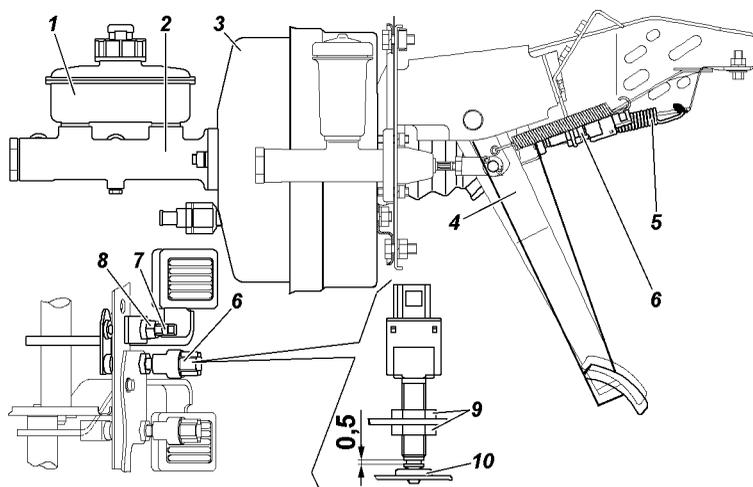

Рис. 9.59. Привод главного цилиндра:
**Свободный ход педали тормоза.** На автомобилях экологического класса 3 при необходимости вращением регулировочного винта 7 (рис. 9.59) выберите зазор в соединении: вилка толкателя вакуумного усилителя- палец-рычаг привода тормоза. Свободный ход педали должен быть 5-14 мм. После регулировки затяните гайку 8 винта с моментом 14 - 18 Н·м (1,4 - 1,8 кгс·м).